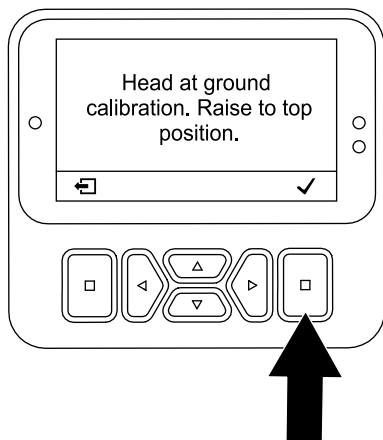

図 108
- タインが地面に突き刺さり始めたら、選択ボタン (図 108) を押して、地面の高さを教えるアプリケーションを実行する。地上高ティーチャアプリを実行する (ページ 35) を参照方。